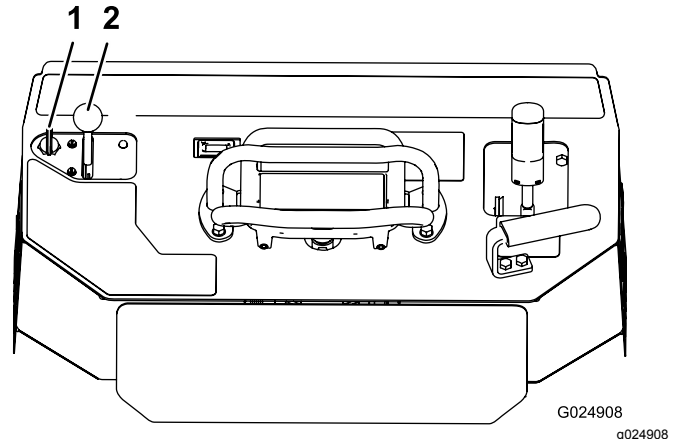

Bild 18
1. Stellen Sie den Gasbedienungshebel zwischen die Stellung LANGSAM und SCHNELL (Bild 18).
2. Drehen Sie den Schlüssel in die EIN-Stellung (Bild 18). Lassen Sie den Schlüssel los, wenn der Motor anspringt.
3. Schieben Sie den Gasbedienungshebel auf die gewünschte Stellung (Bild 18).
2. Stellen Sie den Gasbedienungshebel in die LANGSAM-Stellung (Bild 18).